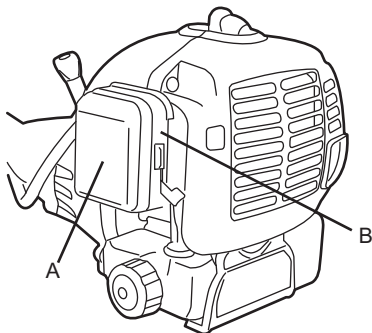

Fig.17a
- > Enfoncez le loquet (B) et ôtez le couvercle (A) du boîtier du filtre (9) (fig. 17a, 17b).